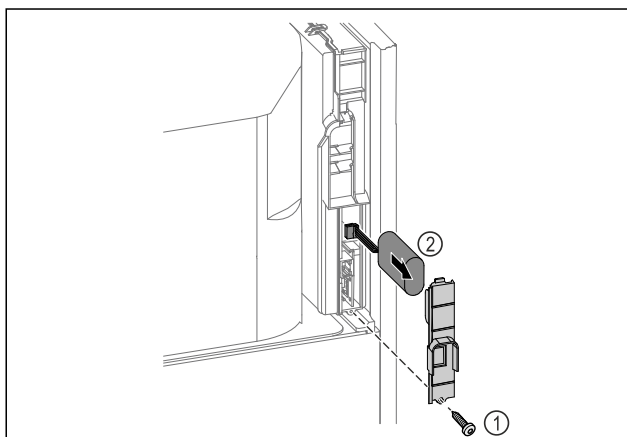

Fig. 259
- ▶ Odvrnite vijak i skinite poklopac na stražnjoj strani uređaja Fig. 259 (1).
- ▶ Iskopčajte i izvadite bateriju Fig. 259 (2).